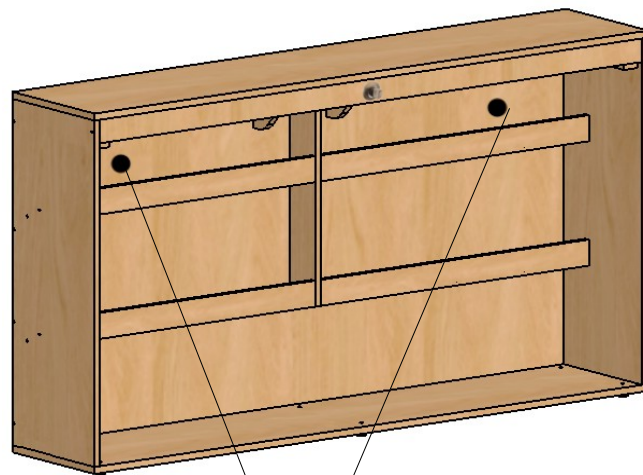

Рис.3
КРЕПЕЖОМ (см.рис.3).**
**РАСПОЛОЖЕНИЕ ТОЧЕК В СООТВЕТСТВИИ С РИС.3.**
**ЗАКРЕПЛЕНИЕ ПРОИЗВОДИТЬ С ПОМОЩЬЮ АНКЕРНОГО КРЕПЕЖА ИЛИ ШУРУПОВ С ДЮБЕЛЯМИ К БЕТОННОЙ ИЛИ КИРПИЧНОЙ СТЕНЕ. ГЛУБИНА ВХОЖДЕНИЯ АНКЕРНОГО КРЕПЕЖА В ЖЕЛЕЗОБЕТОН ИЛИ КИРПИЧ НЕ МЕНЕЕ 100ММ (РИС.3).**